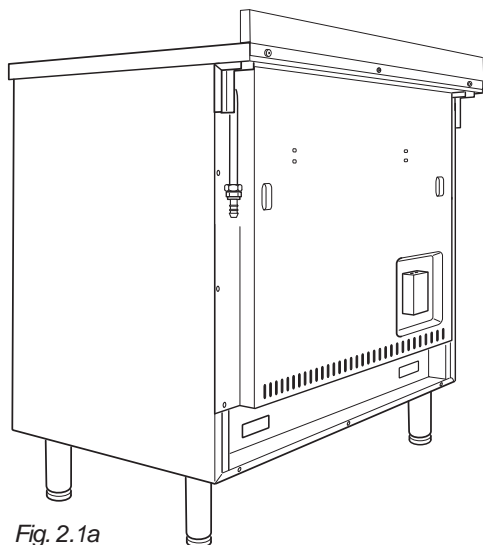

Fig. 2.1a
- Il collegamento va eseguito sul retro della cucina (fig. 2.1a) utilizzando il terminale sinistro del condotto gas dell'apparecchio; il tubo non deve attraversare la cucina.